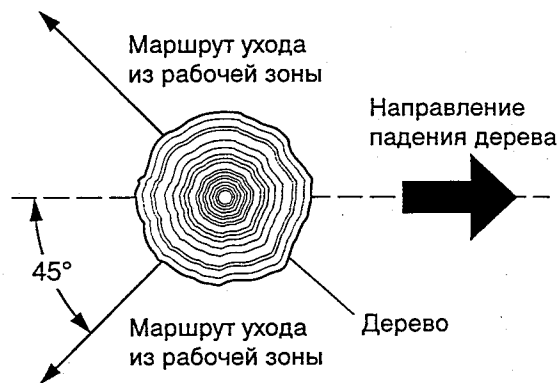

Рис. 12. Маршрут ухода от падающего дерева
- Прежде чем валить дерево, запланируйте и расчистите маршрут ухода из рабочей зоны. Такой маршрут должен быть проложен в направлении, противоположном запланированному направлению падения дерева, под углом 45° к нему (рис. 12).